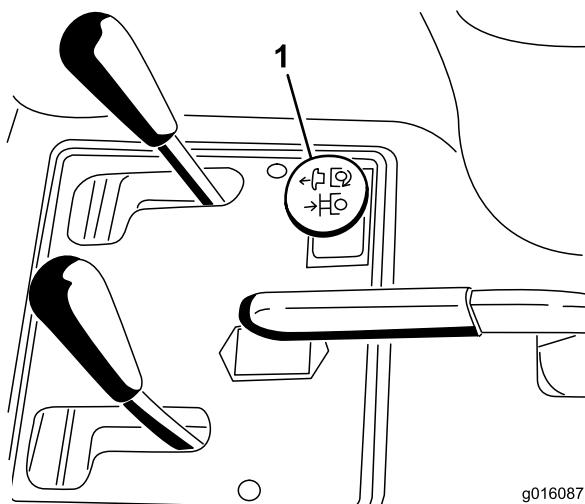

図 19
3. リモート油圧コントロールノブを引くとブレードに油圧がかかる（図 19）。
- ・ リモート油圧コントロールノブを押すとブレードの油圧が解除される（図 19）。